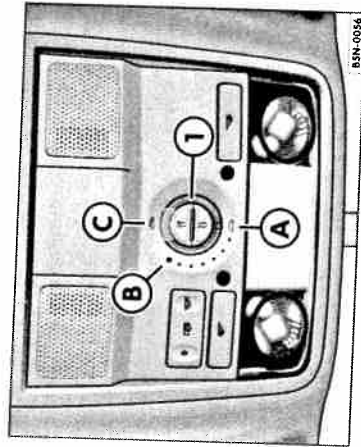

Fig. 34 Plafonul: Comutatorul rotativ pentru plafonul panoramic.
- Rotiți comutatorul ⇒ fig. 34 ① în poziția de bază ②.
- Rotiți comutatorul ⇒ fig. 34 ① în poziția ②; comutatorul se va fixa. Plafonul se deschide în poziția confort și deflectorul de vânt se reglează singur pe marginea din față a plafonului. Zgomotele produse de vânt sunt reduse la minimum în poziția confort. Pentru a regla plafonul pe o poziție intermediară, rotiți comutatorul în poziția corespunzătoare.
– Rotiți comutatorul ⇒ pagina 55, fig. 34" **1** în poziția **2**, pentru a închide plafonul. Pentru a regla plafonul pe o poziție intermediară, rotiți comutatorul în poziția corespunzătoare.